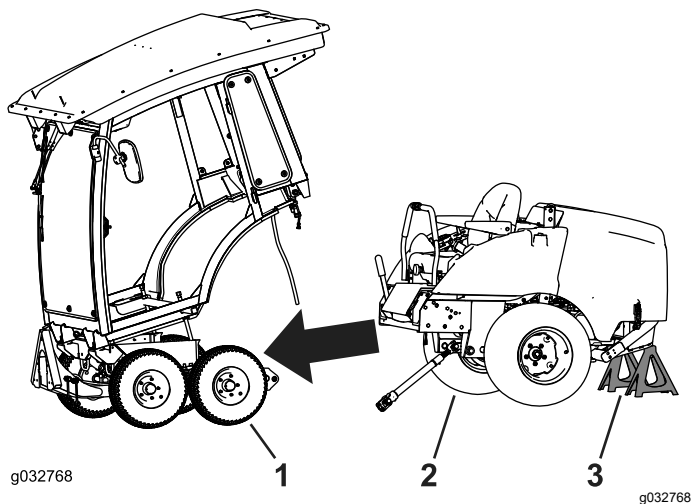

Bild 118
8. Rollen Sie den Winterahmen vom Maschinenrahmen weg (Bild 118).